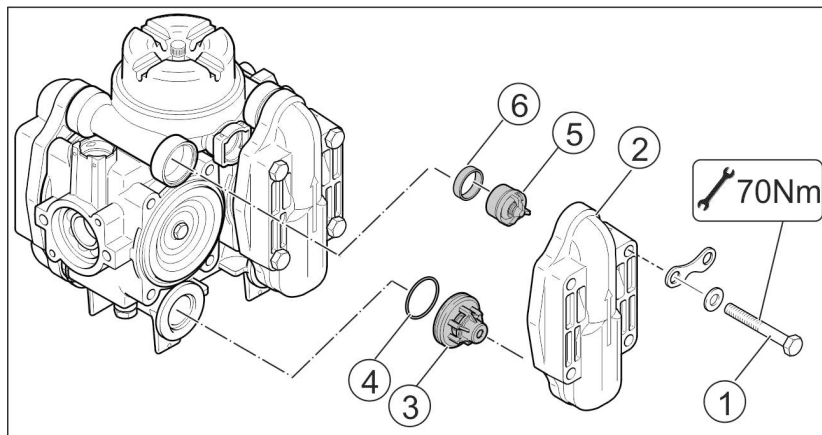

Fig. 192
2. Allentare le viti (Fig. 192/1).
3. Rimuovere il coperchio valvola (Fig. 192/2).
4. Estrarre i gruppi valvole (Fig. 192/3).
5. Rimuovere valve anello di tenuta (Fig. 192/4) i l'O-ring (Fig. 192/5).